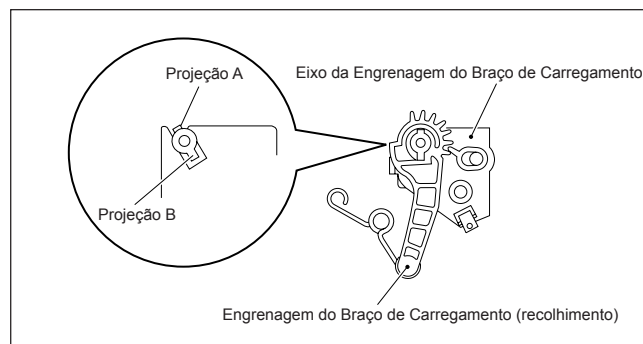

Fig. 2-2-16b
- (3) Gire o engrenagem do braço de carregamento (suprimimento) no sentido horário até que a marca da engrenagem do braço de carregamento esteja alinhada com a projeção do eixo da engrenagem do braço de carregamento e retire-a. Da mesma forma, gire a engrenagem do braço de carregamento no sentido anti-horário e então alinhe a marca com a projeção e remova o engrenagem do braço de carregamento (no lado de recolhimento) (Veja Fig. 2-2-16a e Fig. 2-2-16b)
- (4) Quando remover o eixo da engrenagem do braço de carregamento, certifique primeiro de retirar o parafuso que segura o conjunto do Cilindro (no lado posterior do eixo da engrenagem do braço de carregamento). Então remova um parafuso (C) e remova o eixo da engrenagem do braço de carregamento, deslizando-o.
- (1) Alinhe a marca da engrenagem do braço de carregamento (lado recolhimento) com a projeção B do eixo da engrenagem do braço de carregamento e deslize-o. Gire-o no sentido horário para alinhar com a projeção A e deslize-o até o final. (veja fig.2.2.16b.)
- (2) Então gire a engrenagem do braço de carregamento (no lado recolhimento) no sentido anti-horário. Coloque o braço tensor na base do poste e aperte o parafuso.